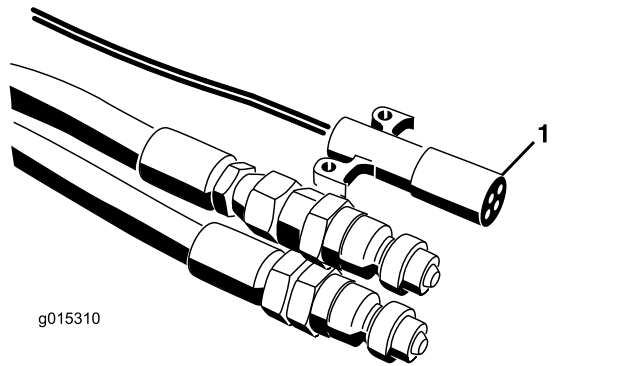
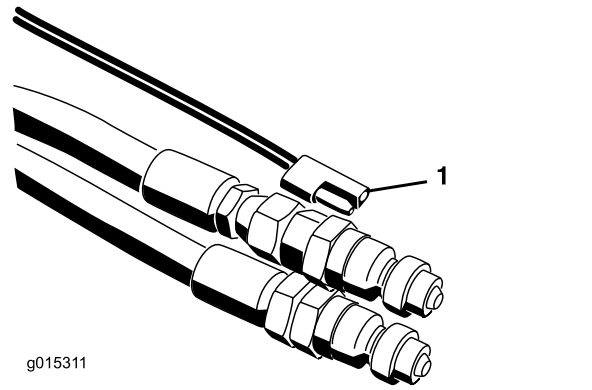

图 21
图 22
7. 把电源线束连接到牵引车图 21 和图 22。在 SH 型号上把悬线式开关放在驾驶员座椅可及的位置。确保开关处于关闭状态。